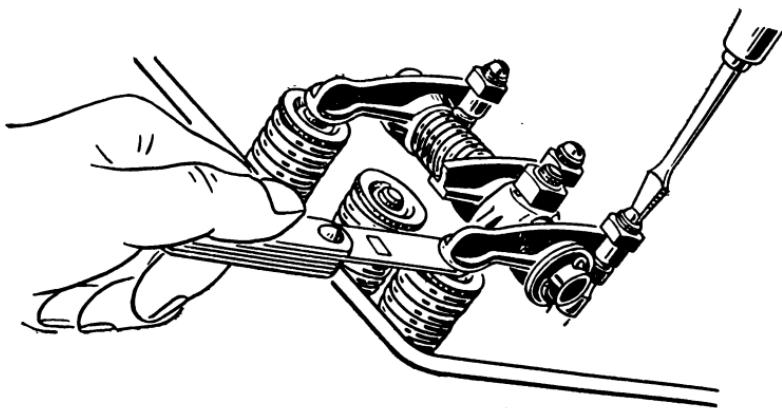

Рис. 9. Регулировка зазора между коромыслом и клапаном
- если зазоры неправильные, то отвернуть контргайку регулировочного винта на коромысле и, вращая регулировочный винт, установить необходимый зазор. Затянуть контргайку и снова проверить зазор (рис. 9);